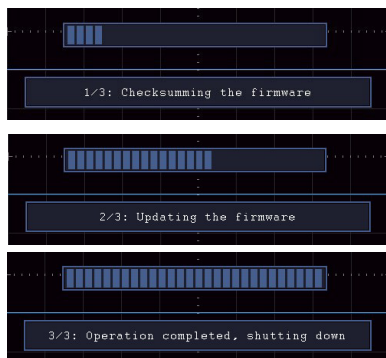

Рисунок 59 - Процесс обновления
9. Измеренное значение будет автоматически отображаться в левом нижнем углу экрана (см. рисунок 59).